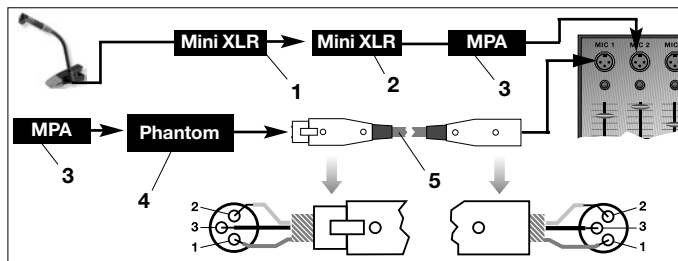

Fig. 4: Esquema de conexão com MPA III L
Veja fig. 4.
- Veja fig. 4. 4. **Se a sua mesa de mixagem não possuir uma alimentação fantasma**, ligue o MPA III L (3) a um alimentador fantasma opcional da AKG (4) (N 62 E, N 66 E, B 18, B 15) e ligue o alimentador fantasma a uma entrada balanceada com um cabo XLR (5) (por exemplo AKG MK 9/10 - não fornecido na embalagem).